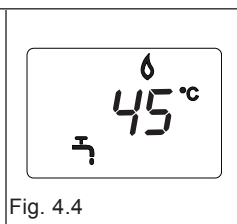

Fig. 4.4
Il display (1) indica la temperatura dell'acqua sanitaria (fig. 4.4).
In caso di richiesta di acqua calda, la caldaia si accende e il visualizzatore digitale (1) indica la temperatura dell’acqua sanitaria (fig. 4.4).